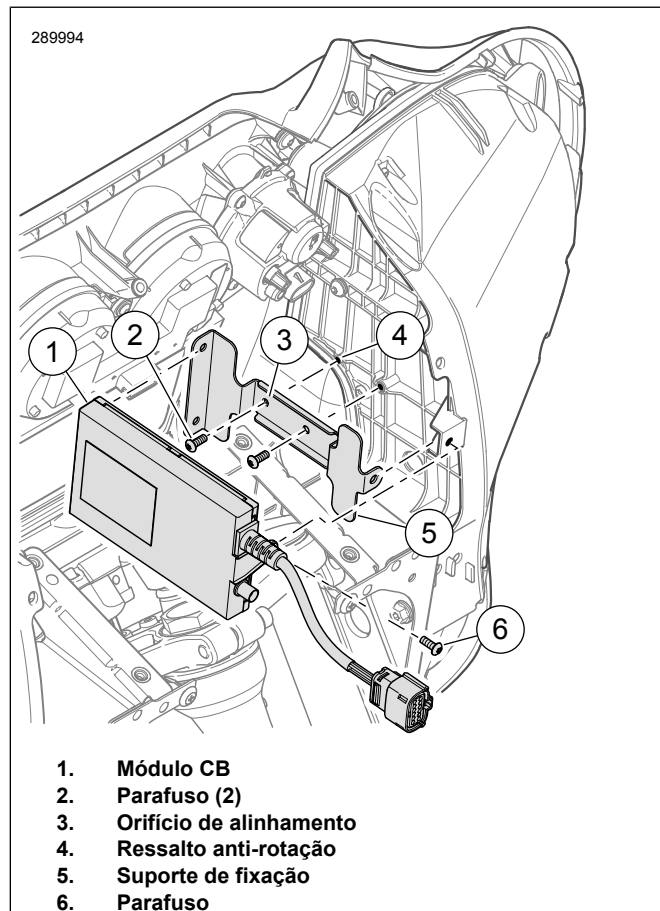

Figura 2. Instalar o módulo CB: Carenagem montada no garfo
1. Ver Figura 2. Alinhe o orifício (3) no suporte de montagem (5) com o ressalto anti-rotação (4).
2. Instale os parafusos (2). Aperte.